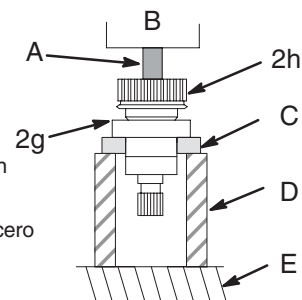

Fig. 16
4. **Utilizando una prensa hidráulica,** coloque el apilamiento de bloques de acero en la cara interna del cojinete grande (2g) y apriete el eje a través del cubo y del cojinete. Vea la Fig. 16.